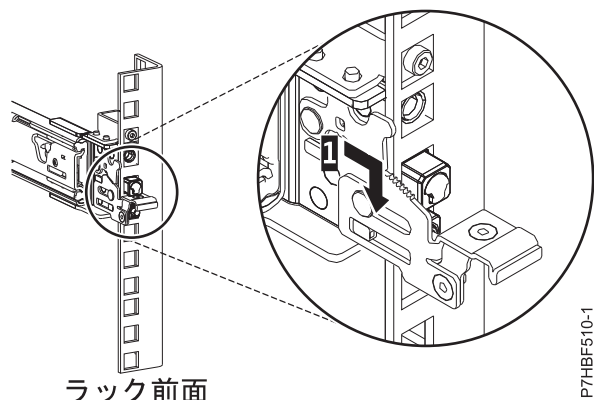

図5. ラックの前面レールに取り付けられたピン
6. スライド・レールを前方に引き、レール前部の 3 つのピンを、事前にマークを付けた、選択済みの EIA 単位の穴に挿入します。スライド・レールを下方に下げて (1)、中央のピンのフック機構を噛み合わせます。詳しくは、図5を参照してください。